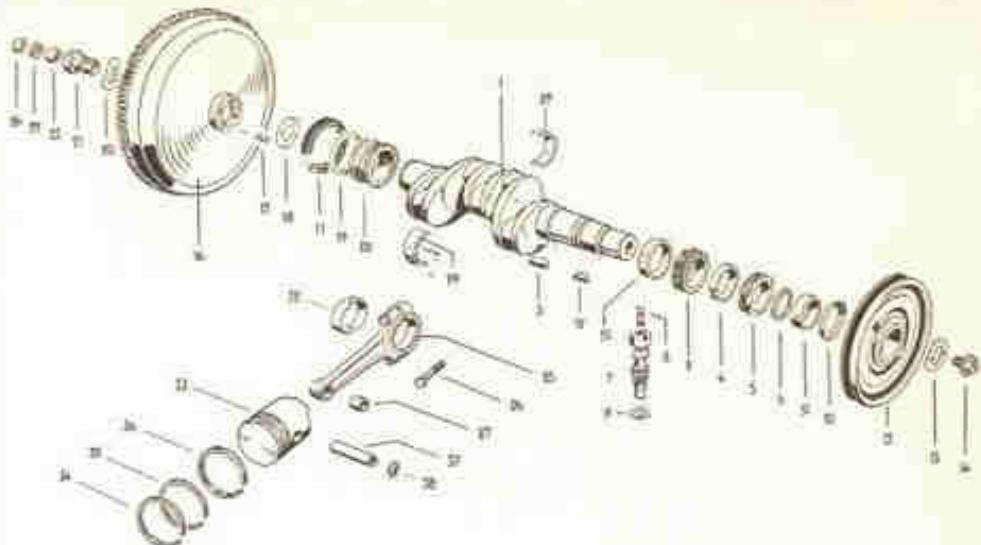

Fig. 6-H — Principais órgãos móveis do motor "1200" — 36 HP
**Desmontagem do conjunto da árvore de manivelas.** — Coloca-se a árvore de manivelas no suporte próprio para desmontagem (VW 310 ou 319 a) se se dispõe dessa ferramenta e procede-se a desmontagem segundo essa sequência (figs. 6 e 7-H):
Fig. 7-H — Árvore de manivelas, êmbolos, bielas e peças anexas dos motores "1.200", "1.500" e "1.600". A nomenclatura das peças é idêntica à da fig. 6-H, com exceção da peça n.º 19 na figura acima (anel de vedação de horqueta), que não se encontra no modelo anterior. A junta de panel, designada pelo n.º 18, na fig. 6-H, não se usa mais nos motores a partir do "1.300". As diferenças de construção estão detalhadas no texto.
Nos modelos "1 300", "1 500", "1 600" e "1 600" plano não se emprega mais a junta de papel (18, Fig. 6-H). Em seu lugar se encontra um anel de borracha (19, Fig. 7-H).
- 2 — Retira-se o volante, o vedador (ou junta de papel) e as arruelas ou juntas espaçadoras (19, fig. 6-H e 18, fig. 7-H). Mede-se a espessura dessas juntas em conjunto (medida b).